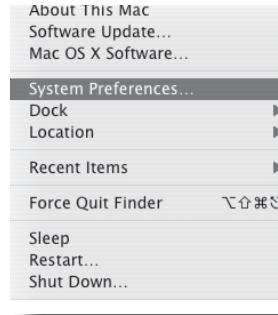

Figure 1
2. Pour sélectionner le C01U comme étant la source audio de l'ordinateur, ouvrez les préférences système dans le Dock ou dans le menu Pomme principal (figure 1).